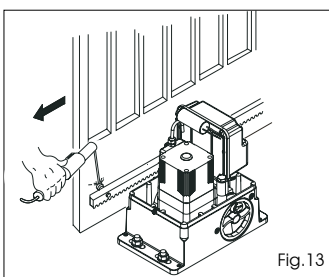

Fig. 13
3) Apoye sobre el piñón la primera pieza de cremallera a nivel y suelde el trinquete roscado en la cancela como se indica en la Fig. 13.